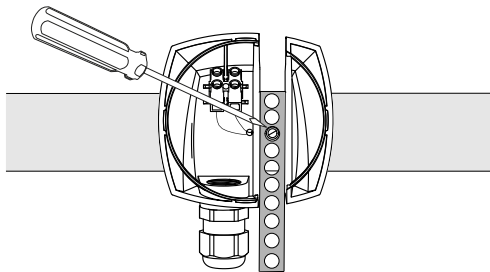

Fig. 2 Fixez la bande métallique
4. Utilisez la vis dédiée pour fixer la bande métallique comme indiqué à la *Fig. 2*.